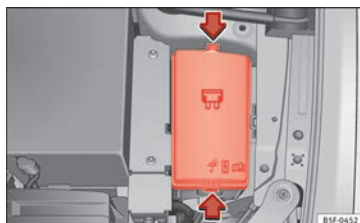

Fig. 104 Nel vano motore: coperchio della scatola dei fusibili.
- Premere le linguette di blocco per sbloccare il coperchio della scatola dei fusibili »» **fig. 104**.